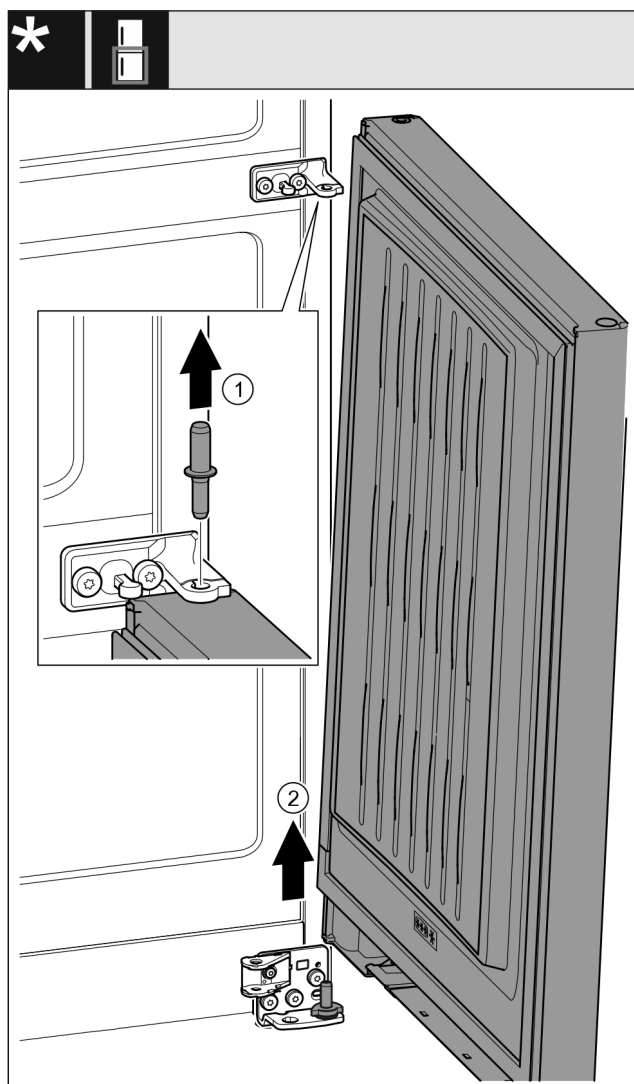

Fig. 23*
- ▶ Izvucite svornjake prema gore. Fig. 23 (1)*
- ▶ Zakrenite vrata prema van, povucite ih prema gore i stavite ih na stranu. Fig. 23 (2)*